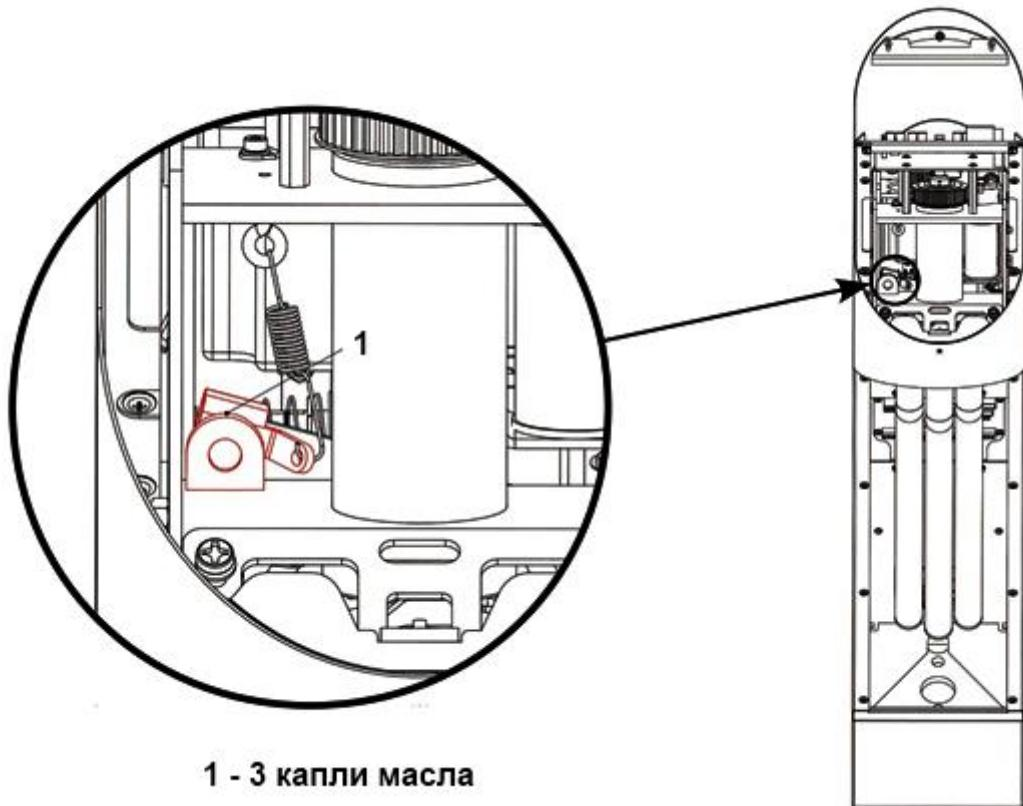

Рисунок 21 – Ось вращения рычага ролика (центральная стойка турнкета)
3.7.2 Рисунок 21 – смазать ось вращения рычага ролика.
Элементы этого узла расположены за рычагом ролика (Рисунок 21 – рычаг ролика).